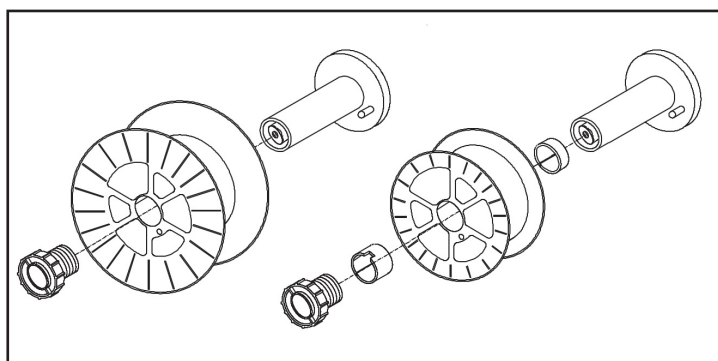

Imagen 2 - Carga del alambre
- Si necesario por el tipo de bobina introducir los resortes como indicado en la Figure 2.